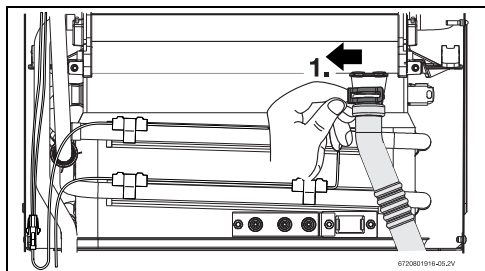

Рис. 33
- ▶ Снимите зажим и отсоедините сливную трубу, см. Рис. 33 .